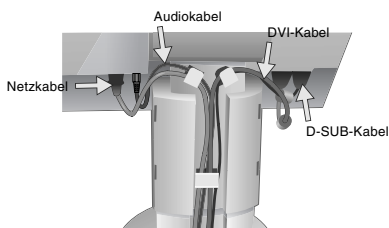

Abbildung C.2
- Legen Sie die Kabel in der folgenden Reihenfolge in die Kabelführung: Netzkabel und DVI-Kabel (**Abbildung C.2**).
- Führen Sie das Netz- und das Audiokabel durch die in **Abbildung C.2** gezeigten Halterungen.
- Führen Sie das DVI-Kabel und das D-Subkabel durch die in **Abbildung C.2** gezeigten Halterungen.